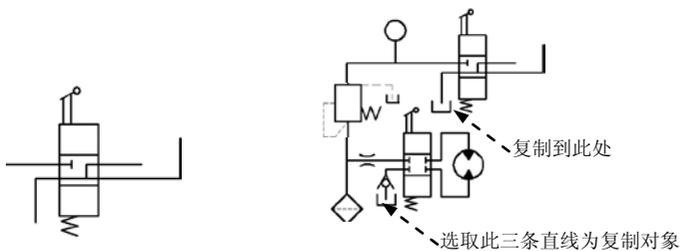

图 17.8.46 绘制图形 (七)
(3) 按 **Enter** 键重复“直线”命令, 绘制两条垂直直线 (图 17.8.46)。